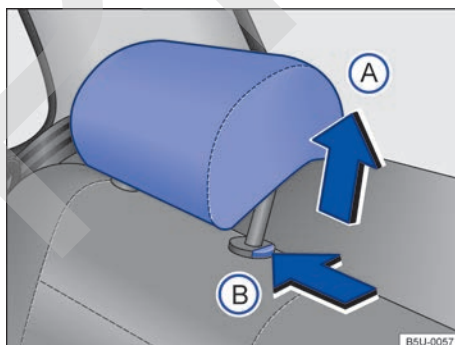

Fig. 39 Remover el apoyacabezas trasero.
- Presionar la tecla → fig. 39 (B) en el sentido de la flecha. Retirar el apoyacabezas con la tecla presionada.
- Empujar hacia abajo el apoyacabezas con la tecla → fig. 39 (B) presionada.